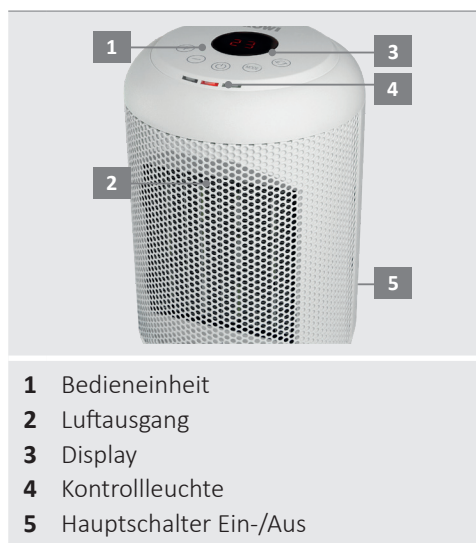

Abb.1: Geräteübersicht
1. Vergewissern Sie sich, dass der **Hauptschalter** (siehe Abb. 1, Nr. 5) auf „0“ steht. Schließen Sie dann das Gerät an eine geerdete, durch einen FI-Schutzschalter abgesicherte Steckdose an.
2. Betätigen Sie anschließend den **Hauptschalter** (Abb.1, Nr. 5) auf der Geräte-